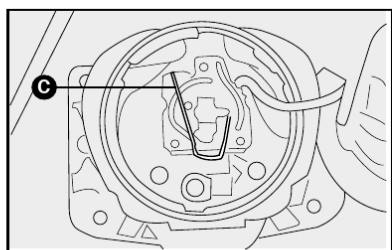

fig. 36
5) retirar o conector e, em seguida, o porta-lâmpada pressionando a presilha **C-fig. 36** para frente abrindo lateralmente para a direita;